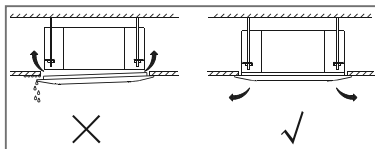

FIG. 20
- c) Depois de instalar a grelha, verifique se não há espaço entre o corpo da unidade e o painel decorativo. Caso contrário, o ar pode vaziar através do espaço e causar condensação de água e presença de umidade. (Fig. 20).